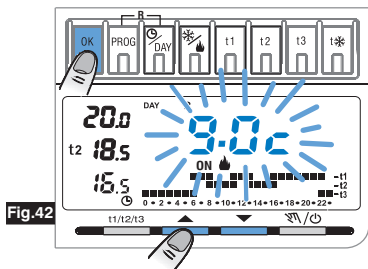

Fig.42
- Agendo sui tasti \blacktriangle ∇ impostare il valore desiderato (fig.42).